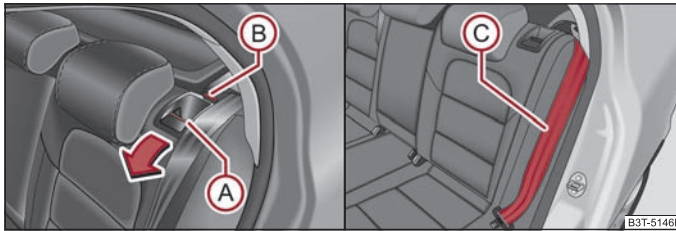

Fig. 73 Deblocarea spătarului / Blocarea spătarului
- Apăsând maneta de deblocare (A) ⇒ fig. 73, deblocați spătarul și rabatați-l în față.
- Aduceți centura de siguranță laterală din spate (C) ⇒ fig. 73 în spatele marginii capitonajului lateral.
- Asigurați-vă că punctul de culoare roșie (B) ⇒ fig. 73 este acoperit.